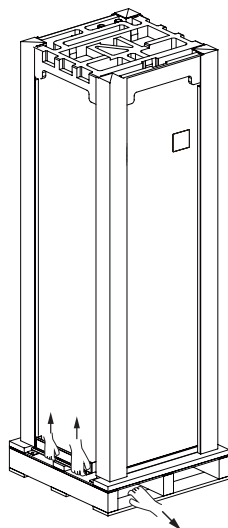

Fig. 5-4
- Cuatro personas sostienen la chapa metálica para levantar la máquina, una de ellas tira de la base de madera (consulte la Fig. 5-4).